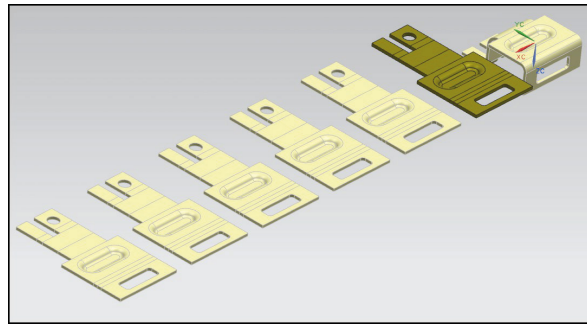
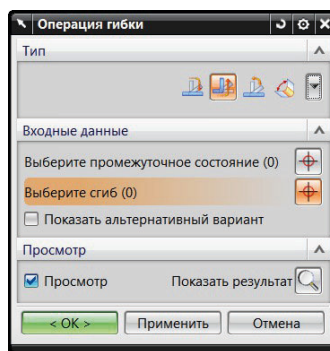
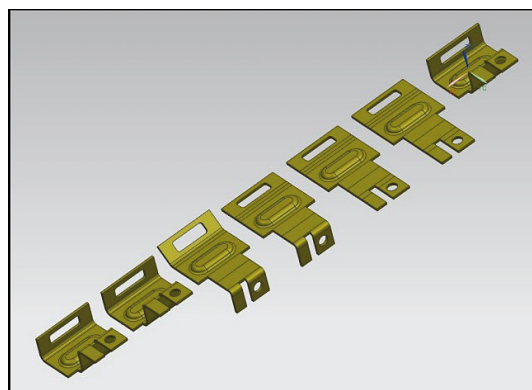

Рис. 3.22. Деталь на позиции заготовки с разогнутыми сгибами
Рис. 3.23. Окно диалога «Операция гибки»
Рис. 3.24. Деталь по операциям штамповки после повторных сгибов
Дальнейшая разработка операций последовательной штамповки происходит по следующему сценарию. Сначала потребуется разогнуть все сгибы (рис. 3.22). Далее последовательно в соответствии с операциями штамповки согнуть по позициям изделие (рис. 3.23). Затем необходимо удалить формовку в позиции заготовки. Это действие в связи с ассоциативными зависимостями удалит формовку и на всех последующих операциях (рис. 3.24), поэтому следующим шагом восстановим формовку на операции ее получения и на всех последующих операциях. Окончательно отредактируем количество и порядок операций последовательной штамповки.
Геометрия в этой позиции примет статус рабочей детали. Поочередно выбирайте согнутые сгибы и нажимайте после выбора на клавишу **Применить**. Используйте кнопку **Показать альтернативный вариант**, если заготовка после выпрямления займет неправильное положение. В результате этих действий в графическом окне появится деталь на позиции заготовки с разогнутыми сгибами (рис. 3.22).
12. Выполните изгиб по операциям. Откройте окно диалога **Операция гибки** панели **Инструменты листового материала** (рис. 3.23).
Выделите опцию **Согнуть снова**. Нажмите на строку **Выберите промежуточное состояние**. Щелкните левой клавишей мыши после наведения курсора на позицию штамповки. Нажмите кнопку **Выберите сгиб**. Щелкните мышкой по сгибу, который надо согнуть. Установите галочку в окне **Показать альтернативный вариант**, если заготовка после изгиба приняла неверное положение. Нажмите клавишу **Применить**. Повторите эти действия для всех сгибов, которые надо повторно согнуть на этой и на других операциях. Результат показан на рис. 3.24.